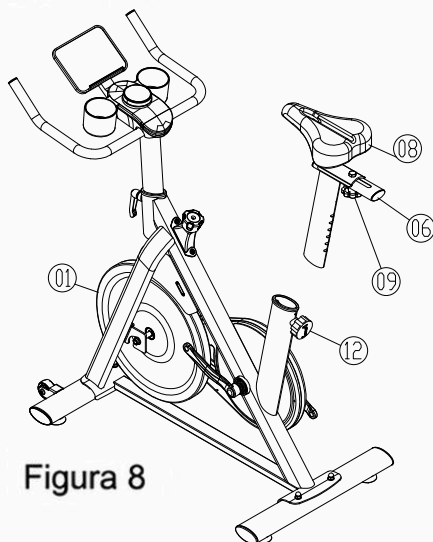

Figura 8
8. Glisați scaunul pre-asamblat (Părțile 06/08/09) în cadrul principal de asamblare (Piesa 01), așa cum se arată în Figura 8.